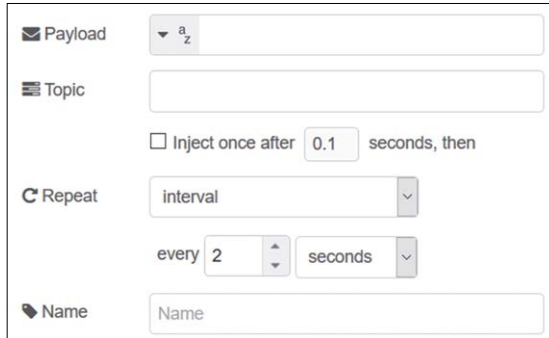

Figure 5.13 Créer un nœud d'injection
- Créer un **injecter** nœud qui s'exécute régulièrement toutes les 2 secondes, dont la configuration est illustrée à la figure 5.13. Cliquez sur **Terminé**.